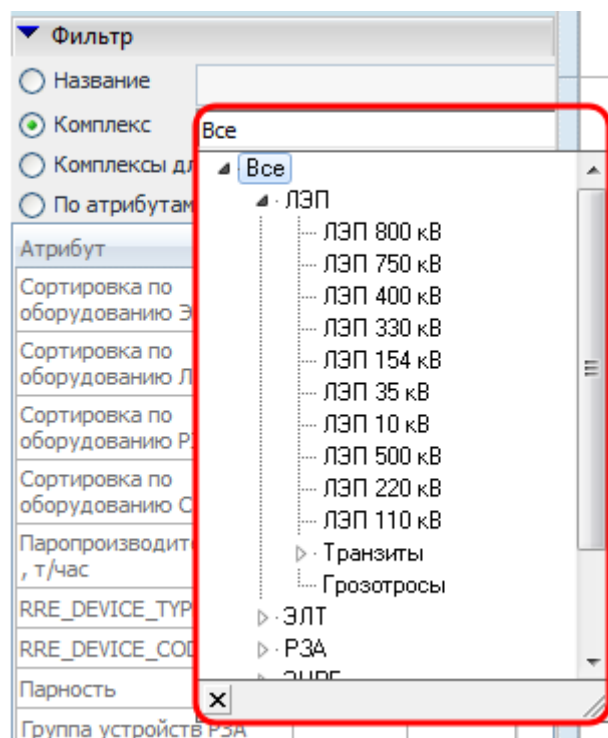

Рисунок 9.64 – Выбор комплекса оборудования
- **«Комплекс»**. Указать комплекс оборудования из дерева комплексов (Рисунок 9.64).